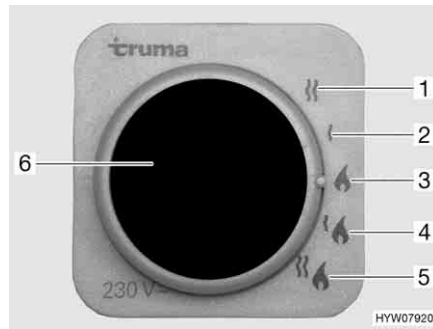

Fig. 206 Selector de energía para la calefacción/caldera
La caldera está integrada en la calefacción y funciona con gas (funcionamiento a gas) o con gas y/o energía eléctrica (funcionamiento a gas y con electricidad a 230 V). La caldera se conecta en la unidad de mando (Fig. 204) con el interruptor giratorio (Fig. 204,2). En el selector de energía (Fig. 206) se preselecciona el tipo de energía (funcionamiento a gas y con electricidad a 230 V).
- Funcionamiento a gas (Fig. 206,3)
- Funcionamiento con electricidad a 230 V con los niveles de potencia de 900 W (Fig. 206,2) ó 1800 W (Fig. 206,1)
- Funcionamiento a gas y funcionamiento con electricidad a 230 V (funcionamiento mixto) con los niveles de potencia de 900 W (Fig. 206,4) ó 1800 W (Fig. 206,5)
Si se ha seleccionado el funcionamiento con electricidad a 230 V, se enciende la luz de control amarilla (Fig. 206,6).